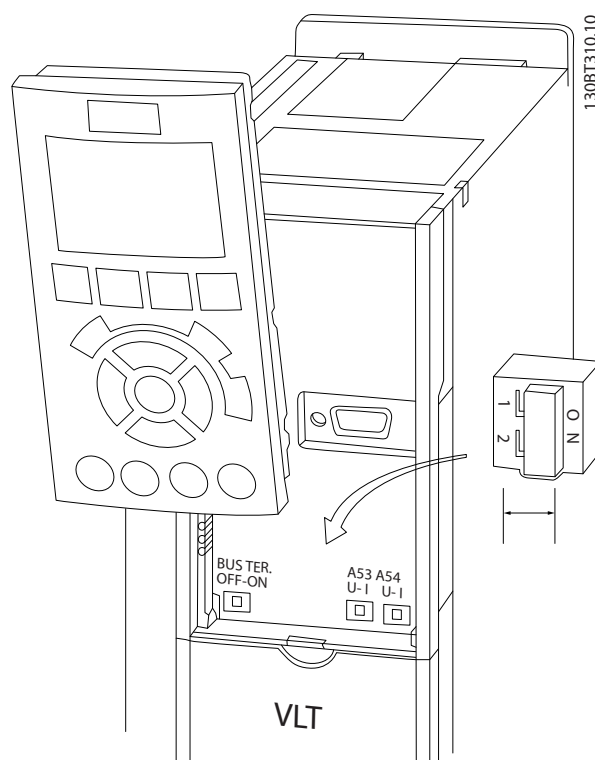

図 2.14 端子 53 と 54 スイッチおよびバス端末スイッチの位置
- LCP をはずすと、スイッチにアクセスできます (図 2.14 参照)。ユニットに利用できるいくつかのオプションカードでは、これらのスイッチをカバーしており、スイッチ設定変更の場合は外す必要があります。オプションカードを外す前に、電力を必ず切ってください。